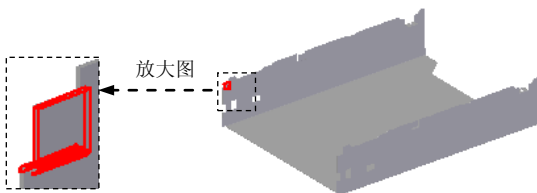
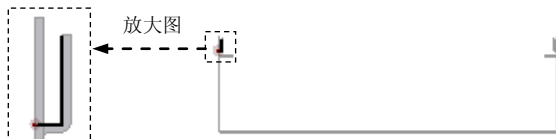

图 8.8.36 轮廓弯边特征 3
图 8.8.38 截面草图
(1) 选取要镜像的特征。选取 Step13 所创建的特征为镜像源。
(2) 选择命令。单击“主页”功能选项卡“阵列”工具栏中的  镜像 按钮。
(3) 定义镜像平面。选取前视图 (XZ) 平面为镜像平面。
(4) 单击  按钮, 完成特征的创建。
Step15. 创建图 8.8.36 所示的轮廓弯边特征 3。
② 绘制图 8.8.38 所示的截面草图。
③ 单击“主页”操控板中的“关闭草图”按钮,退出草图绘制环境。
(3) 轮廓弯边的延伸量及方向。在“轮廓弯边”命令条中单击“延伸步骤”按钮;单击“有限范围”按钮,在 **距离** 文本框中输入值 5.5,并按 Enter 键,并调整延伸方向至合适的位置,如图 8.8.36 所示。